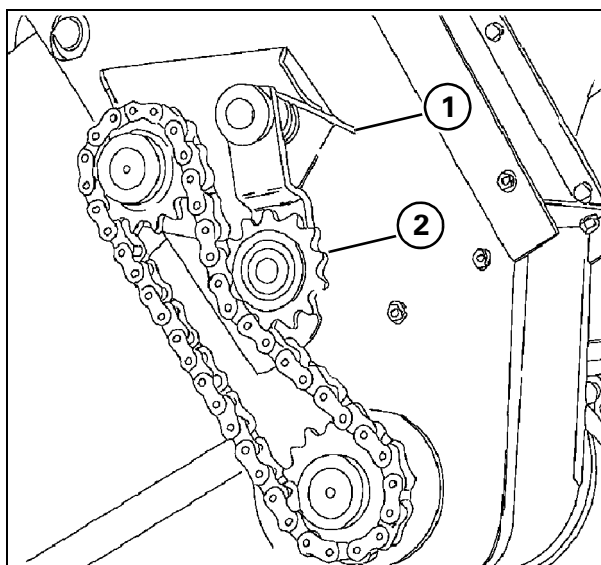

Рис. 33
27. ВЕРХНИЙ ЦЕПНОЙ ПРИВОД ШНЕКА НЕДОМОЛОТА - Рис. 33